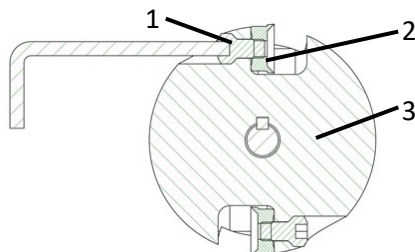

Fig. 16: Cambio dei coltelli
- > Allentare le viti dei coltelli (1 - Fig.16) sulla testa della fresa (3 - Fig.16) con una chiave a brugola da 6 mm.
- > Cambiare i coltelli circolari (2 - Fig.16) o girare i coltelli circolari di 180°.